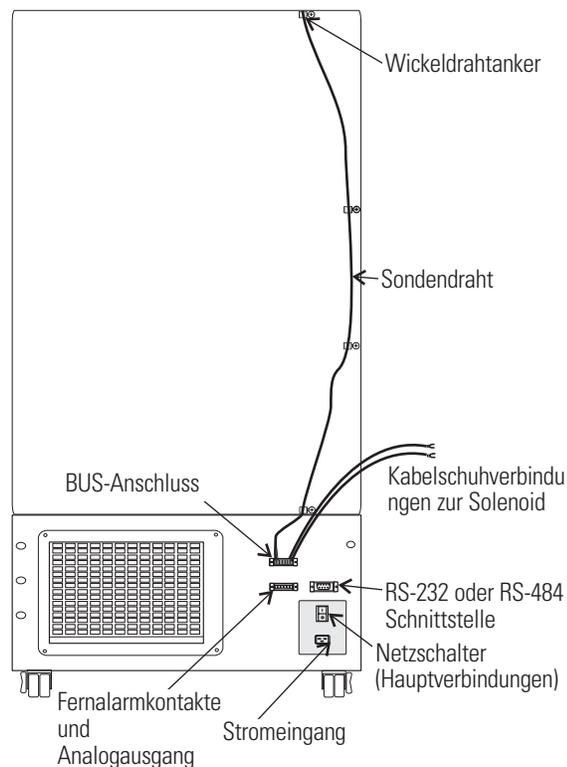

Abb. 7-5. Anschlüsse
1. Die vier Schrauben an der Gefrierschrankrückseite entfernen und für die Montage der Wickeldrahtanker, wie in Abb. 7-5 gezeigt, verwenden. Das Sondenkabel mit den Wickeldrähten fixieren.
4. Stromversorgung zum Gefrierschrank herstellen. Gefrierschrank mit dem auf Pos. AUS (O) befindlichen Batterieschalter einschalten.